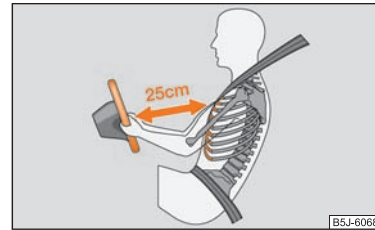

Abb. 112 Sicherer Abstand vom Lenkrad
- **Für den Fahrer und Beifahrer ist es wichtig, einen Abstand von mindestens 25 cm vom Lenkrad bzw. von der Schalttafel einzuhalten ⇒ Abb. 112. Wenn Sie den Mindestabstand nicht einhalten, kann Sie das Airbag-System nicht schützen – Lebensgefahr! Außerdem müssen die Vordersitze und die Kopfstützen immer der Körpergröße entsprechend richtig eingestellt sein.**